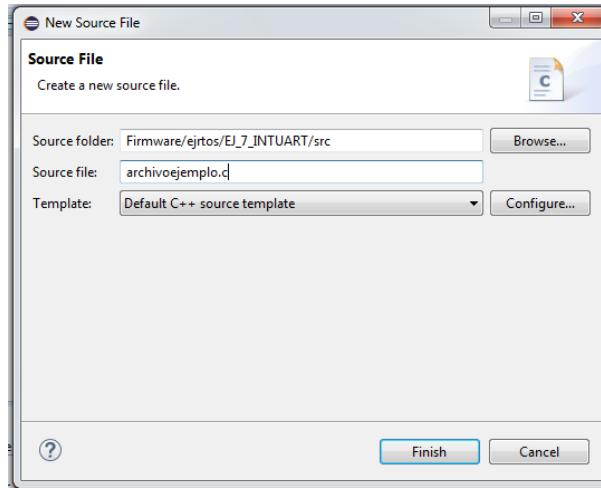

Figura 30: Generación de archivo fuente para implementación de proyecto.
- **Paso 3:** Para generar el archivo fuente, el usuario debe ubicarse sobre la carpeta *inc*, y luego oprimiendo click derecho, debe seleccionar la opción *New → Source File*. A continuación se abre una ventana cuyo aspecto es similar al de la Figura 30, en ella, se debe establecer el nombre del archivo fuente, el cual en este caso es *Ejemplo_1.c*. Al terminar la escritura de su nombre, debe escribirse la terminación *.c*, y oprimir el botón *Finish*, para concluir la generacion de dicho archivo.